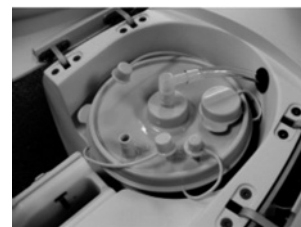

図8：キャニスタの取り付け
- 2) コンソール内にキャニスタを取り付けます。適正に装着できるよう、キャニスタの向きを確認してください。キャニスタ上部のふたが確実に閉まることを確認します。チューブにセンターポートを接続します。使用していないポートにはポートキャップが被せられていることを確認してください（図8）。